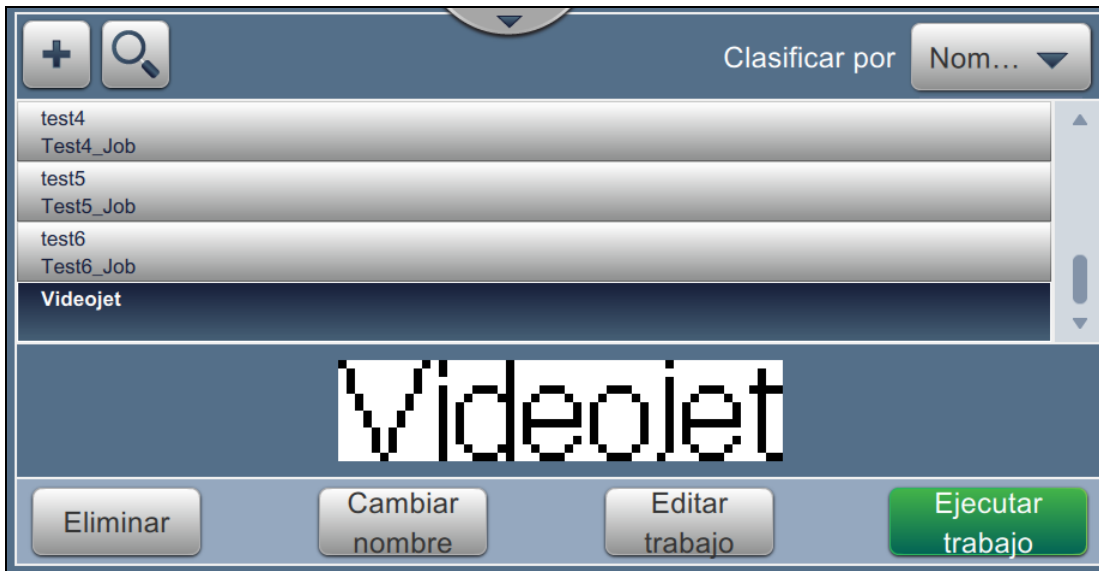

Figura 5-1: Pantalla Lista de trabajos
1. Pulse el botón  para abrir la pantalla Lista de trabajos, como se muestra en la Figura 5-1.